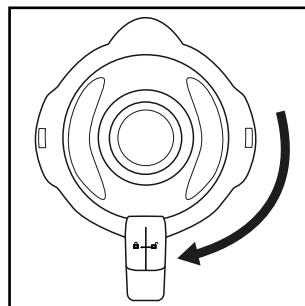

Fig. 2
- 4) Appuyez à nouveau fermement le couvercle **2** sur le bol mixeur **3** de manière décalée. Refermez le couvercle **2** en le tournant dans le sens horaire jusqu'à ce qu'il encrante audiblement en position (voir fig. 2). Veillez à ce que le bec verseur du bol mixeur **3** soit fermé. Le moteur ne peut démarrer que si le couvercle **2** est posé de manière alignée.